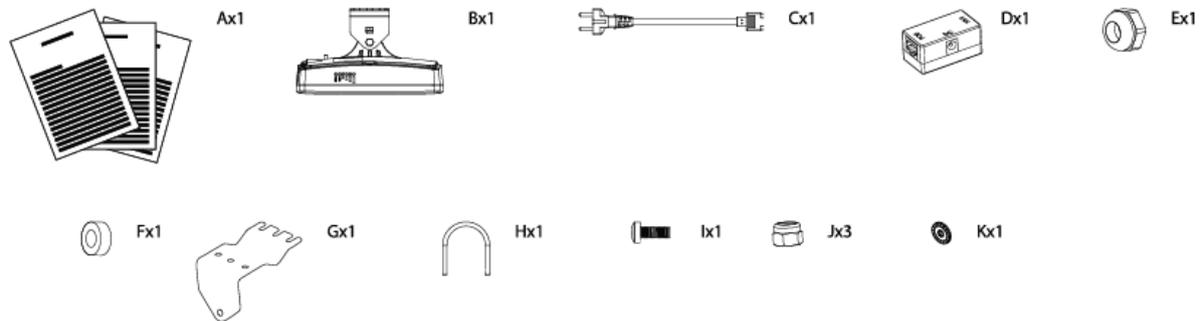

Figure 1 – APC 5M-18 V2 Package Contents
Paso 3. Conecte el soporte (item C en la *Figure 1 – APC 5M-18 V2 Package Contents*) al radio a través del tornillo y tuerca (items I y J en la *Figure 1 – APC 5M-18 V2 Package Contents*).
Paso 4. Para el montaje en mástil del APC 5M-18 V2 con el tornillo tipo U (items H y J en la *Figure 1 – APC 5M-18 V2 Package Contents*) como se muestra a continuación:
Paso 5. Conecte el cable STP en el APC 5M-18 V2, después instale la junta de goma (item H de la *Figure 1 – APC 5M-18 V2 Package Contents-14*) en el cable y posteriormente introduzca la protección del cable y apriete el seguro (item G de la *Figure 1 – APC 5M-18 V2 Package Contents*) como se muestra a continuación: